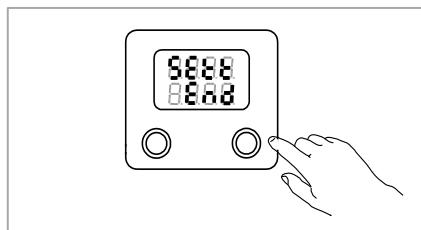

Рисунок 12
- кратковременно нажимая правую кнопку перейти к подпункту End. Рисунок 12;